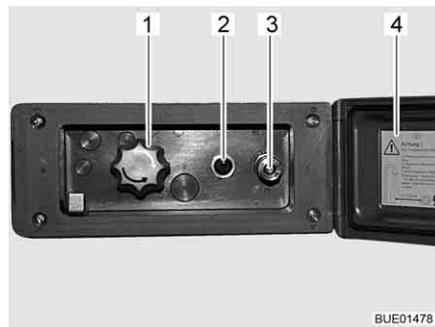

Bild 154 Duschanschluss außen
- Deckel (Bild 154,4) entriegeln und öffnen.
- Schlauch der Außendusche am Schnellverschluss (Bild 154,3) anschließen.
- Wasserpumpe mit Schalter (Bild 154,2) einschalten.
- Wassertemperatur mit Drehknopf (Bild 154,1) nach Wunsch einstellen.
- Wasserpumpe mit Schalter (Bild 154,2) ausschalten.
- Deckel (Bild 154,4) schließen und mit Schlüssel verriegeln.
- Drehknopf (Bild 154,1) auf Mittelstellung stellen.